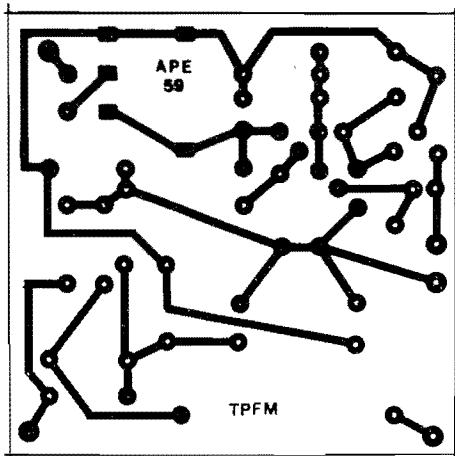

Fig.3
- **FIG. 3 - LAY OUT DO CIRCUITO IMPRESSO ESPECÍFICO** - Em tamanho natural, escala 1:1, vemos na figura o arranjo de ilhas e pistas cobreadas do Impresso, cujo lay out deve ser cuidadosamente "carbonado" pelo Leitor/Hobbysta, sobre a face cobreada de um fenolite nas convenientes dimensões. A traçagem devem ser feita com tinta especial, ácido-resistente, ou (preferivelmente), com decalques apropriados, que geram uma solução mais elegante e profissional... Os demais procedimentos de confecção de um bom Circuito Impresso (e sua perfeita utilização...) encontram-se detalhados em inúmeros artigos anteriormente publicados em APE... Aos iniciantes, recomendamos seguir as **INSTRUÇÕES GERAIS PARA AS MONTAGENS** (encarte permanente, nas primeiras páginas da Revista...), que trazem importantes conselhos e "dicas" práticas a respeito... Uma cuidadosa conferência final, na busca de defeitos, "curtos" ou falhas, é sempre importante, já que tais deficiências podem ser facilmente sanadas antes que os componentes sejam inseridos e soldados... Já depois...